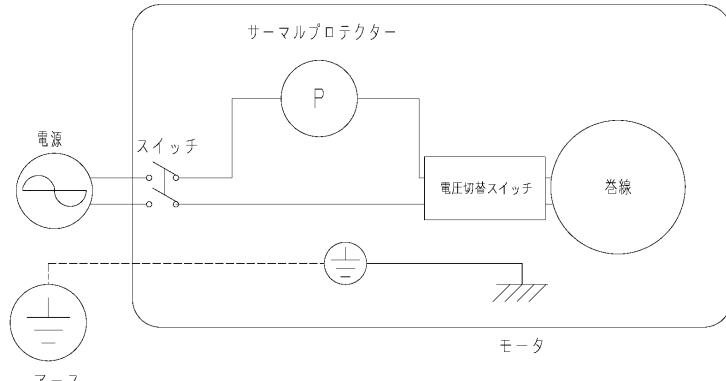

図5. 電気結線図
- (1) このポンプの回転方向は、ポンプ正面（レベルゲージ側）から見て時計回りです。
- (2) 結線を行なう際は、モータの端子箱を開けて図5. のように結線して下さい。